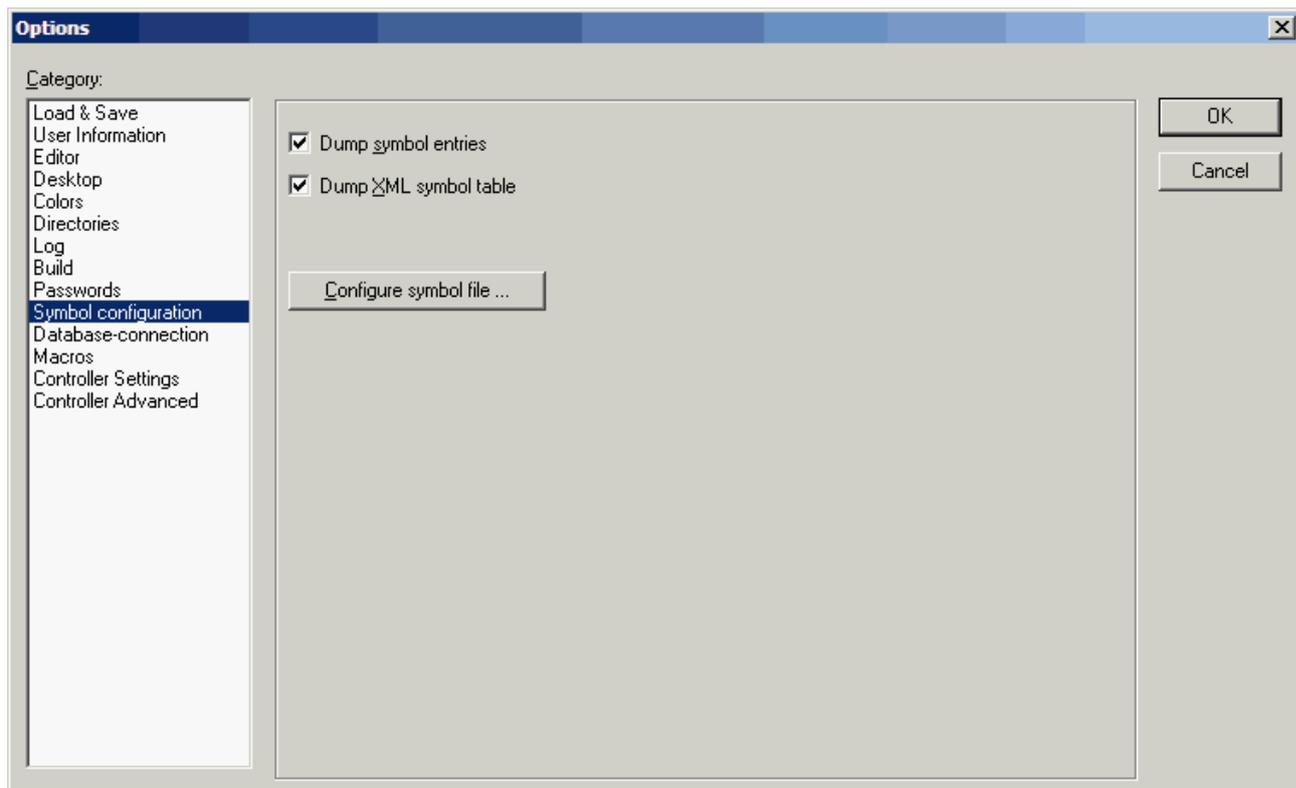

Рисунок 129 - Установка соединения с сервером времени
2. Выбрать категорию "Symbol configuration" и поставить галочки "Dump symbol entries" и "Dump XML symbol table" (см. рисунок 129).